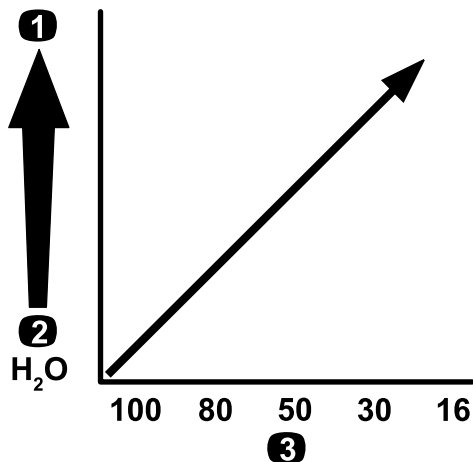

Figura 78
**Important:** Atunci când pulverizai produse chimice cu vâscozitate mai mare (mai vâscoase) sau soluii cu pulberi umectabile, poate fi necesar să utilizați o plasă de sită mai grosieră pentru filtrul de presiune opțional; consultați Figura 78.